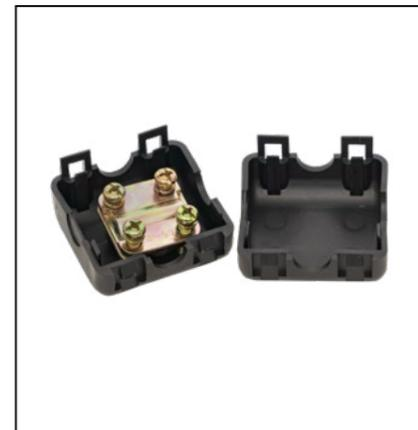
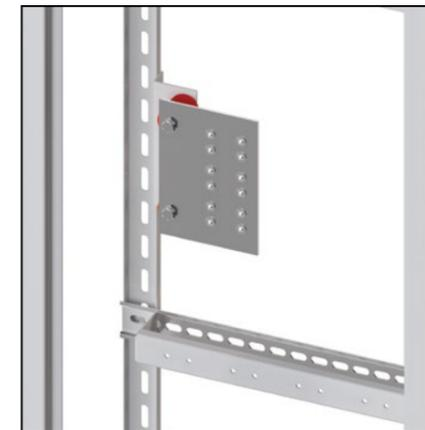
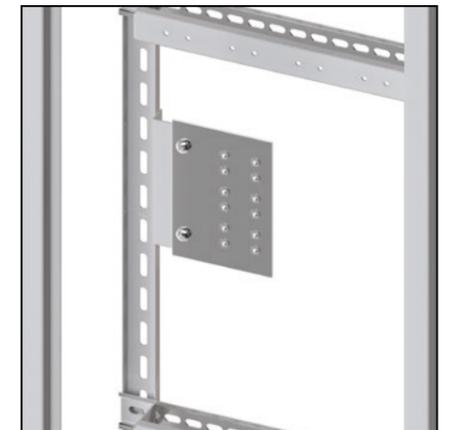

Рис. 51
Рис. 52
Рис. 53
2.3. Фазные кабели подключать в силовом отсеке через ответвительные сжимы «орех» (приобретается отдельно) - Рис. 51. PE кабель подключается на пластину в силовом отсеке (Рис. 53). N кабель подключается через пластину на изоляторах в силовом отсеке (Рис. 52).